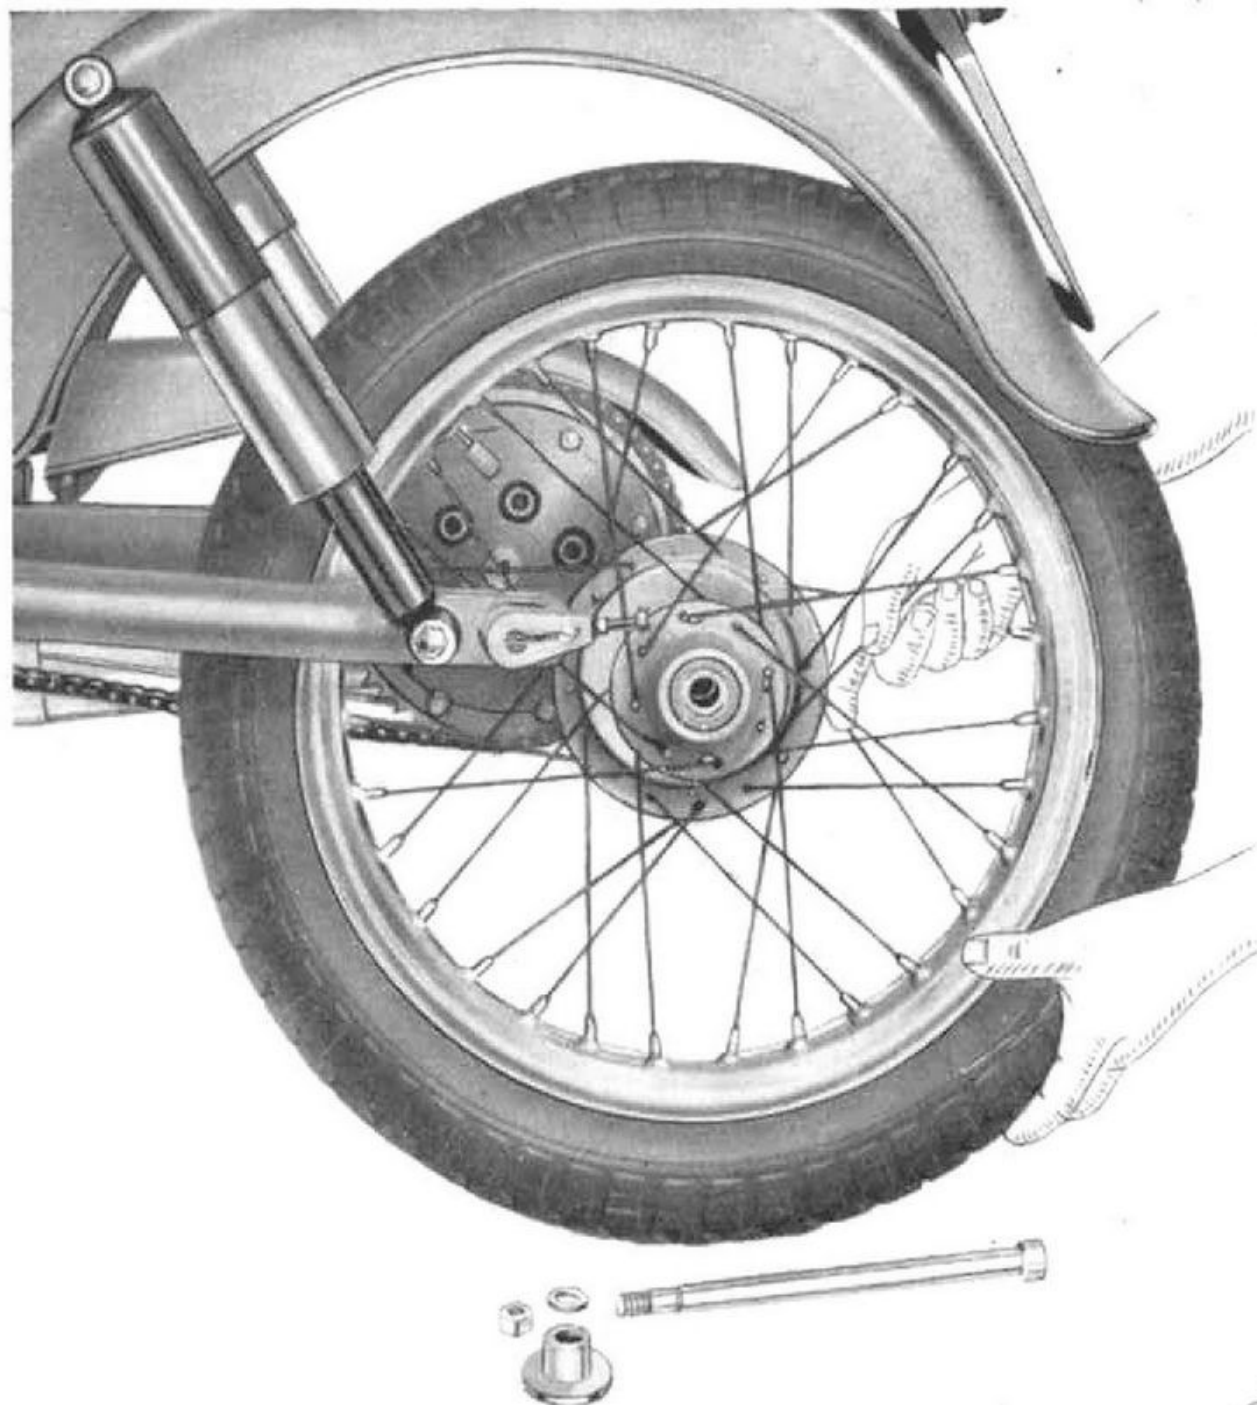

Fig. 25
- sfilare il perno sul lato sinistro togliendo il rocchetto distanziatore e la ruota come dimostrato a fig. 25.